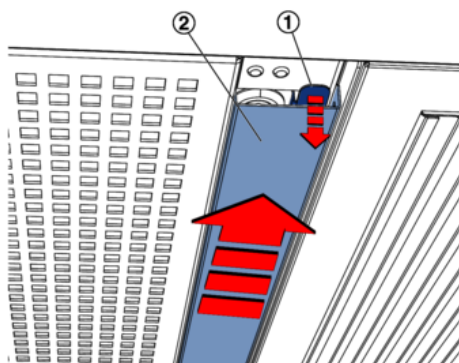

Abb. 79: Abdeckleiste lösen
1. ▶ An der Außenseite des Gerätes seitlich in die Abdeckleiste eingreifen und die Lasche (Abb. 79/1) nach unten drücken. Dann die Abdeckleiste nach außen schieben und abnehmen. Die Abdeckleiste für die spätere Montage so lagern, dass sie nicht beschädigt wird.